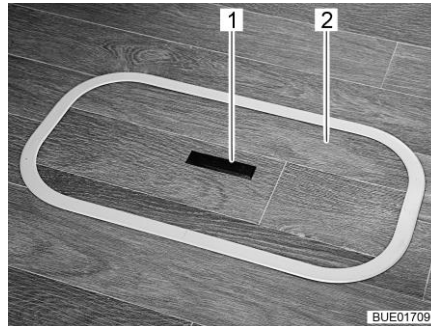
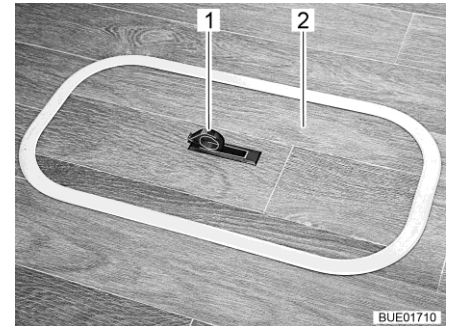

Fig. 63 Couverture compartiment dans le plancher (poignée encastrée)
Fig. 64 Couverture compartiment dans le plancher (poignée pivotée vers l'extérieur)
- Pousser la plaque de la poignée (Fig. 63,1) vers le bas d'un côté. La poignée (Fig. 64,1) pivote vers le haut.
- Tirer le couvercle (Fig. 63,2 et Fig. 64,2) vers le haut pour le retirer.